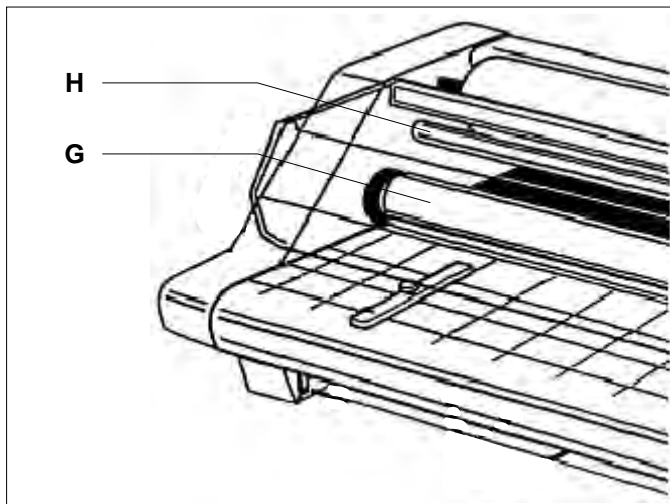

Fig. 6
G. HEAT ROLLERS: (Fig. 6) Silicone rubber coated steel tubes heat the laminating film and compress the heated film to the items being laminated. Heat is provided by an internal heating element. The heat rollers are motor driven for ease of loading new film.
H. IDLER BAR: (Fig. 6) The idler bars, located near each supply roll, are used to direct the film to the heat rollers. The bottom Idler Bar is movable to ease film loading.
G. RULLI DI RISCALDAMENTO: (fig. 6) Tubi di acciaio rivestiti in gomma al silicone vengono utilizzati per riscaldare il film di plastificazione e far aderire il film riscaldato sugli articoli da plastificare. Il calore viene fornito da una resistenza interna di riscaldamento. I rulli di riscaldamento sono azionati a motore per facilitare il caricamento di nuovo film.
H. ASTA FOLLE: (fig. 6) Le aste folli, poste accanto ad ognuna bobina, vengono utilizzate per orientare i film verso i rulli di riscaldamento. L'asta folle inferiore è mobile per facilitare il caricamento del film
G. HEISSWALZEN: (Abb. 6) Die Stahlrohre mit Silikon-Gummibelag erhitzen die Laminierfolie and drücken die heiße Folie auf die zu laminierenden Artikel. Die Hitze wird durch ein eingebautes Heizelement geliefert. Die Heißwalzen werden durch einen Motor angetrieben, womit das Einführen neuer Folien erleichtert wird.
H. LEITSTANGE: (Abb. 6) Mit den Leitstangen, die sich in der Nähe jeder Spule befinden, wird die Folie zu den Heißwalzen geleitet. Die untere Leitstange ist beweglich, womit das Einführen neuer Folien erleichtert wird.
G. WARMTEROLLERS: (afb. 6) Dit zijn stalen buizen met een coating van siliconenrubber, die de lamineerfilm verhitten en deze tegen de te lamineren items drukken. De warmte wordt geleverd door een intern verwarmingselement. De warmterollers worden aangedreven door een motor, zodat nieuwe film gemakkelijk ingevoerd kan worden.
H. VRIJLOOPROL: (afb. 6) De vrijlooprollen, die zich bij de toevoerrollen bevinden, worden gebruikt om de film naar de warmterollers te leiden. De onderste vrijlooprol is uitneembaar om het laden van de film te vergemakkelijken.
G. ROULEAUX CHAUFFANTS : (Fig. 6) Les tubes en acier recouverts de caoutchouc siliconé, sont utilisés pour chauffer le film de plastification et le faire adhérer par pression sur les documents à plastifier. La chaleur est dégagée par un élément chauffant interne. Les rouleaux chauffants sont actionnés par un moteur pour faciliter le chargement de nouveaux films.
H. BARRE DE TRANSFERT : (Fig. 6) Les barres de transfert, situées près de chaque rouleau d'alimentation, permettent de diriger le film vers les rouleaux chauffants. La barre de transfert inférieure est amovible pour faciliter le chargement des bobines de film.
G. RODILLOS TÉRMICOS: (Fig. 6) Los tubos de acero con capa de hule de silicona calientan la película de laminación y comprimen la película calentada en los artículos que se están laminando. El calor es suministrado por un elemento interno de calentamiento. Los rodillos térmicos son accionados por un motor para facilitar la introducción de película nueva.
H. BARRA INTERMEDIA: (Fig. 6) Las barras intermedias, ubicadas cerca de cada rollo de suministro, se utilizan para dirigir la película hacia los rodillos térmicos. La Barra Intermedia inferior se puede desmontar para facilitar la colocación de película.